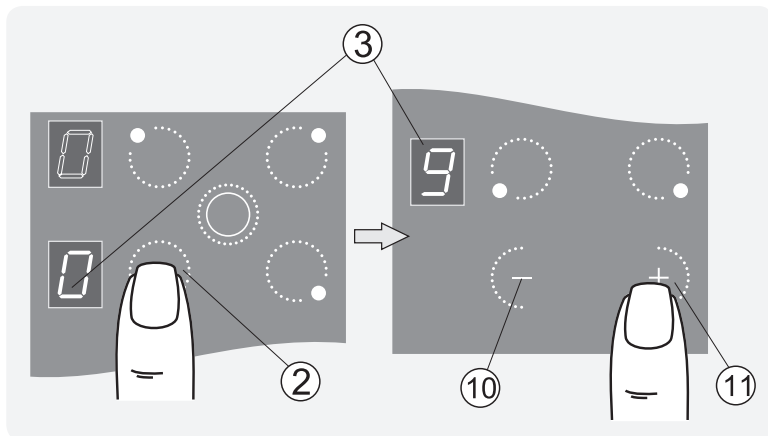

Рис.30
1. Коснуться зоны ② с обозначением выбранной конфорки, после чего конфорка перейдет в режим управления. В соответствующем окне индикации мигает «0» (рис.30).